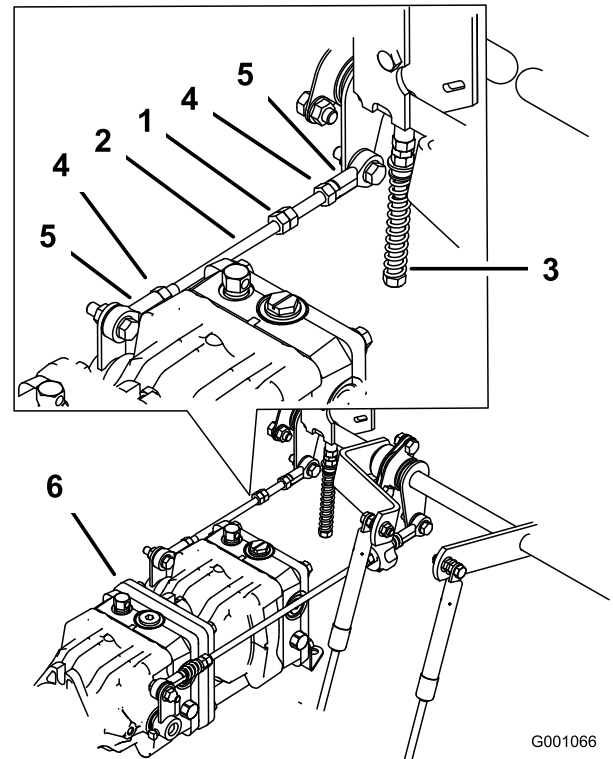

Bild 70
1. Lockern Sie die Sicherungsmuttern an den Kugelgelenken der Pumpsteuerungsstange (Bild 70).
3. Stellen Sie die Länge der Pumpstange ein, indem Sie die Doppelmuttern an der Stange so weit in die entsprechende Richtung drehen, bis das Rad stillsteht oder sich leicht zurückdreht (Bild 70).
6. Ziehen Sie die Klemmmuttern an den Kugelgelenken fest (Bild 70).